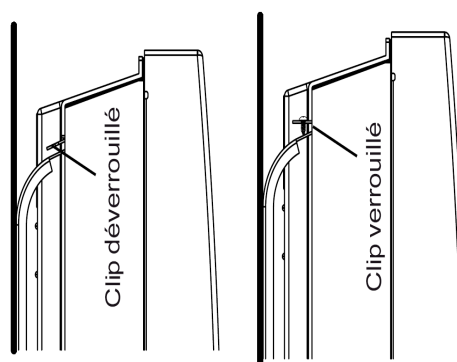

Fig 3
- Enlever les 2 vis de fixation situées sur la partie haute du support mural (voir Fig 3) puis appuyer sur les encoches pour détacher le support mural.